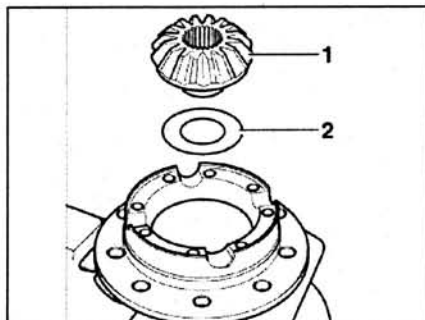

Рис. 4.107. Снимите шестерню 1 привода полуосей с прокладкой 2.
6. Снимите шестерню привода полуоси 1 с прокладкой 2 (рис. 4.107).